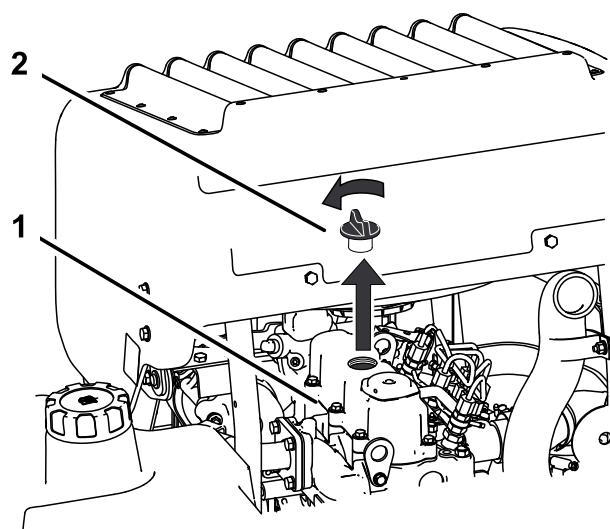

Figura 52
6. Retire el tapón de llenado de aceite de la parte superior del motor (Figura 52).
2. Retire el tapón de llenado y la varilla (Figura 52).